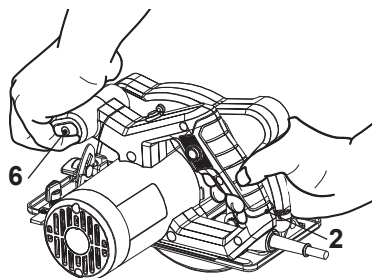

Fig. 10
4. Verificar se existe espaço suficiente para a lâmina da serra (18) debaixo da peça.
6. Segure o produto com uma mão no punho traseira (2), e com a outra mão no punho frontal (6). Nunca tente operar o produto com uma só mão! Mantenha as mãos afastadas debaixo da peça de trabalho (Fig. 10).